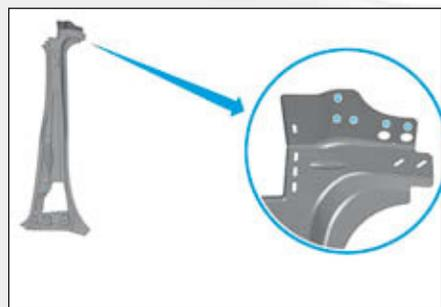

FIG.93
- Tracer puis percer l'ensemble des points Ø 6,5 mm, pour un soudage ultérieur par points bouchons MAG (Fig.93).